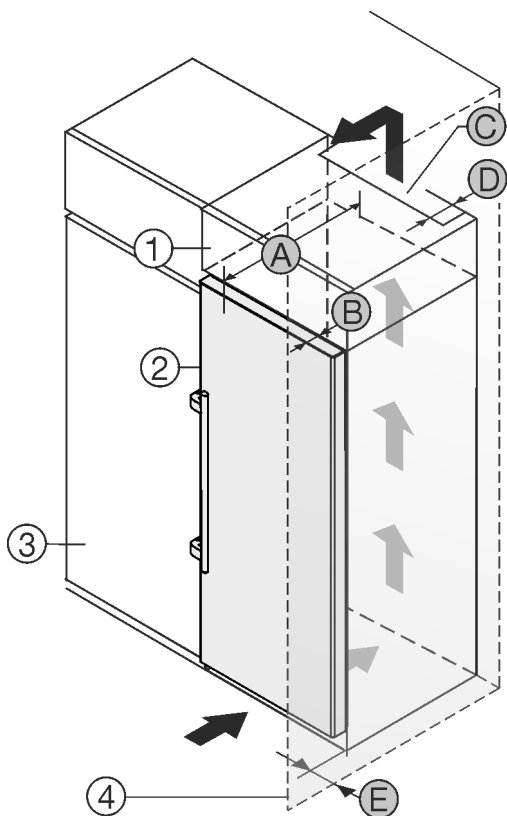

Fig. 2
- (1) Nadgradna omara\*
- (2) Naprava\*
- (3) Kuhinjska omara\*
- (4) Stena\*
- (A) Globina naprave\*
- (B) Globina vrat\*
- (C) Presek prezračevanja\*
- (D) Odmik hrbtne strani naprave\*
- (E) Odmik do strani naprave\*
Aparat lahko postavite neposredno ob kuhinjsko omaro Fig. 2 (3)\*.
Na zadnji strani nadgradne omare mora biti zaradi prezračevanja in odzračevanja po vsej širini nadgradne omare prezračevalni jašek globine Fig. 2 (D)\*.
Pod stropom je treba upoštevati presek prezračevanja Fig. 2 (C)\*.
Če aparat postavite s tečaji ob steni Fig. 2 (4), mora razdalja med aparatom in steno znašati vsaj 57 mm. To ustreza velikosti ročaja pri odprtih vratih.\*
Da lahko vrata povsem odprete, mora aparat štrleti ven vsaj za globino vrat Fig. 2 (B) glede na sprednji del kuhinjske omarice. Odvisno od globine kuhinjskih omaric Fig. 2 (3) in uporabe stenskih distančnikov lahko aparat štrli bolj ven.\*